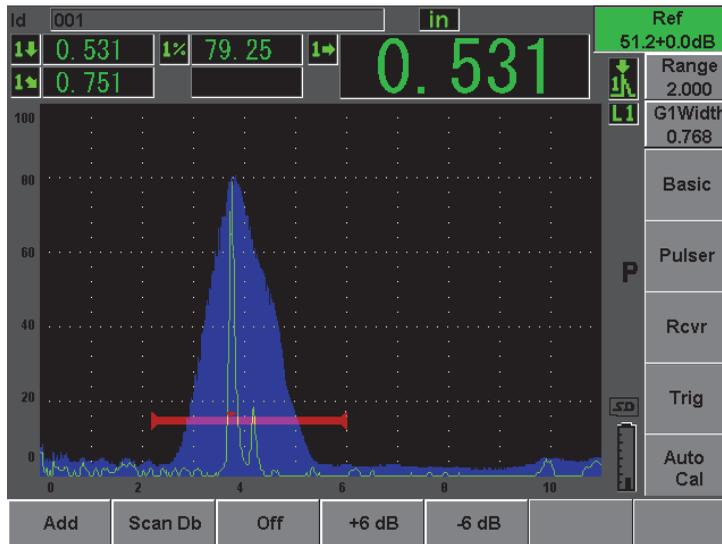

Figura 10-25 Ajuste de la ganancia de referencia
5. Después de activar la ganancia de referencia, utilice los parámetros **Add, Scan dB, +6 dB, -6 dB y Off** para efectuar los ajustes de la ganancia de inspección (véase la Figura 10-25 en la página 190). Consúltese la Sección 6.3 en la página 117 para mayor información sobre estas funciones.